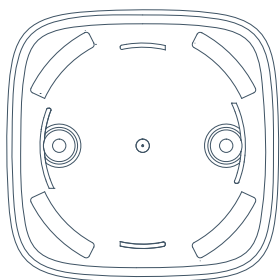

РИС. 2. Крепежная панель SmartBracket
5.2 Для монтажа сирены поверните пластиковую крепежную панель SmartBracket (РИС. 2) против часовой стрелки и снимите. Обратите внимание, на крепежной панели SmartBracket должна быть наклейка «UP» – вверх.